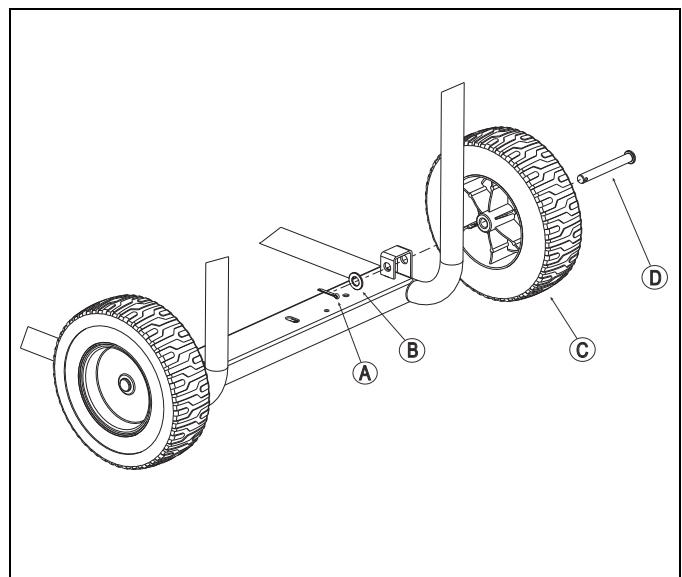

Figura 2-1. Conjunto de rueda
1. Instale las ruedas como sigue (Figura 2-1):
- Deslice el pasador de eje (D) a través de la rueda (C), el soporte de la rueda sobre el bastidor y la arandela plana de 5/8 in (B).
- Inserte el pasador hendido (A) a través del pasador de eje. Use los alicates de punta de aguja para doblar la abertura para que se trabe en su lugar.